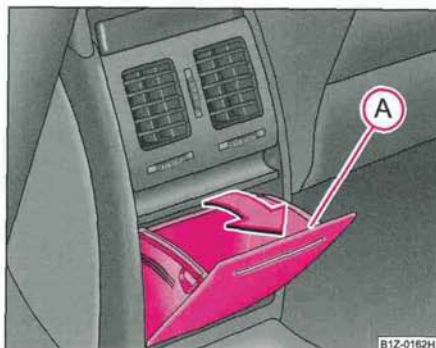

Fig. 109 Console centrale arrière: Vide-poches
- Ouvrez le vide-poches en tirant sur le bord supérieur du vide-poches (A) et dans le sens de la flèche ⇒ fig. 109.